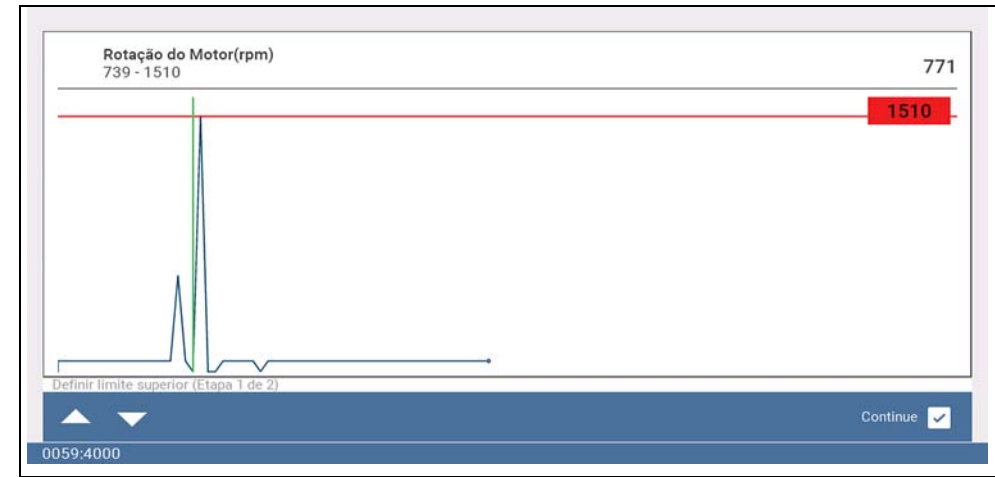

Figura 4-25
É exibido um gráfico do PID selecionado e os ícones de configuração (*Figura 4-25*).
Primeiro deve ser definido o ponto do acionador superior. Uma linha horizontal vermelha é exibida no gráfico de dados (*Figura 4-25*), representando o ponto do acionador superior.
- Use os ícones de seta da barra de ferramentas inferior (*Figura 4-25*), ou os botões de seta para cima ▲ e para baixo ▼ para alterar a posição do ponto do acionador superior.